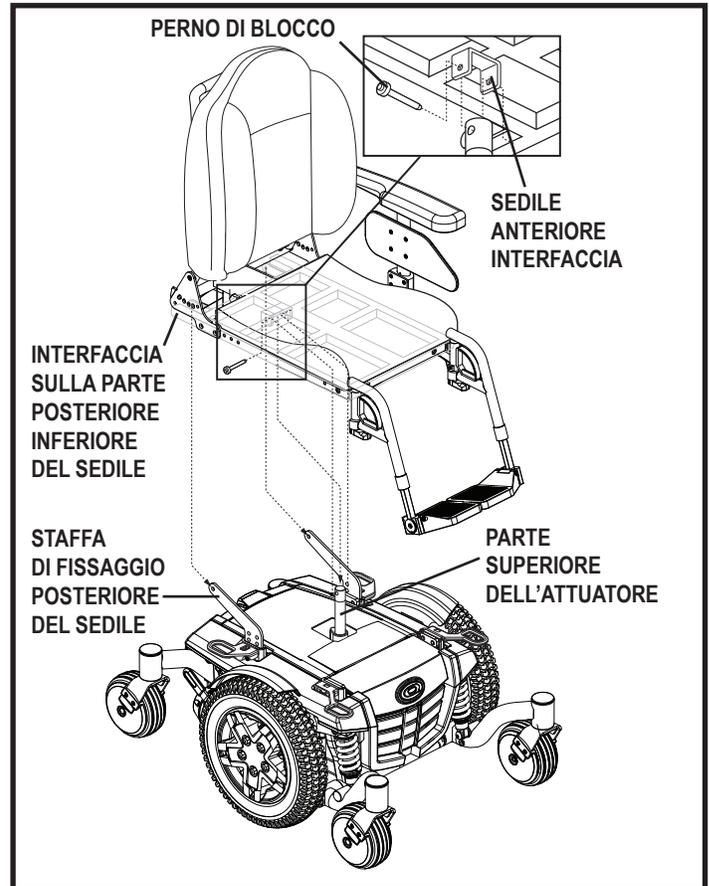

Figura 7. Sistema di montaggio universale e sedile speciale
1. Inclinare il sedile all'indietro, allineare le interfacce sul lato posteriore in fondo al sedile con le staffe fissaggio della base di alimentazione e fissare con gli appositi accessori. **Vedere la figura 7.**
2. Rimuovere il perno di arresto dall'interfaccia anteriore del sedile. **Vedere la figura 7.**
3. Ruotare il sedile all'indietro ed estrarlo dalla base di alimentazione, rimuovendo la bulloneria che unisce le staffe di fissaggio posteriori del sedile alle interfacce nella parte inferiore sul retro del sedile. **Vedere la figura 7.**
8. Reinstallare il perno di arresto sulla parte superiore dell'attuatore di basculamento usando il perno stesso. **Vedere la figura 7.**